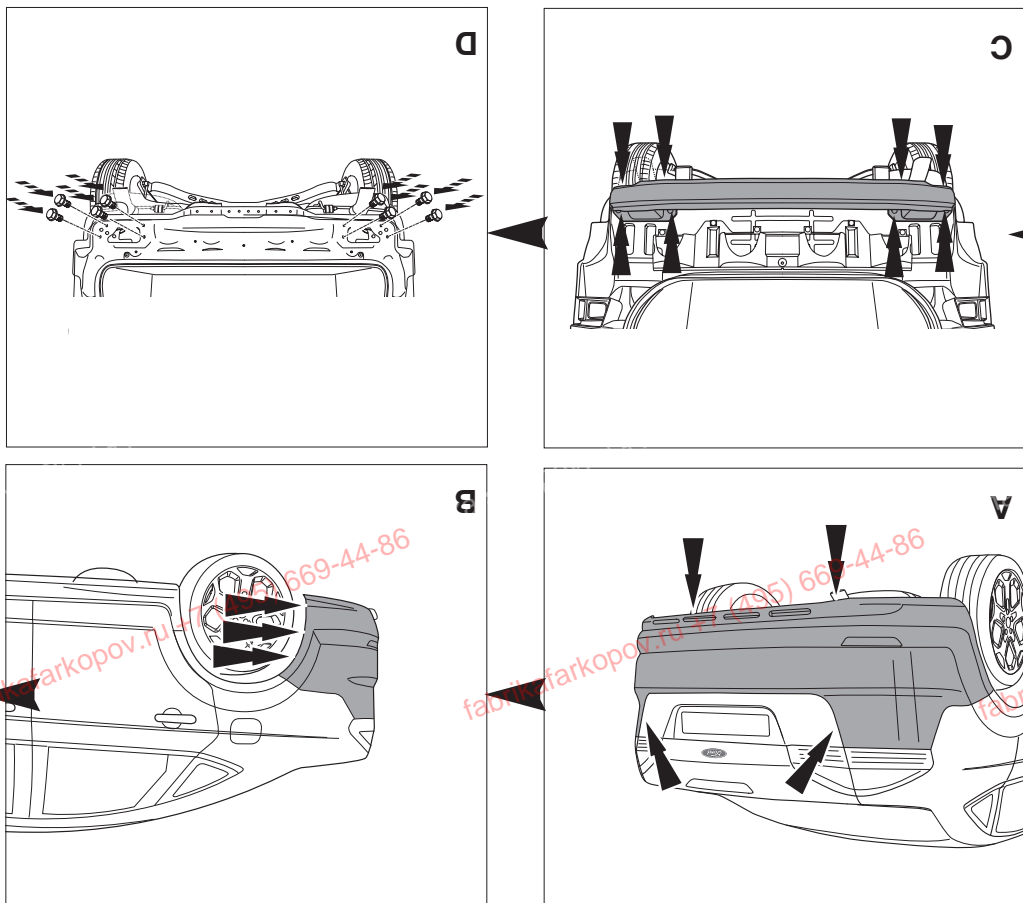

Fig.1
1. Remove the bumper and the steel buffer beam from the vehicle. The buffer beam will no longer be needed. Replace the bolts. See figure 1.
1. Снять бампер вместе со стальным буферным брусом автомобиля; буферный брус больше не понадобится. Поставить болты на место. См. рисунок 1.
1. Die Stoßstange einschließlich des stählernen Stoßbalkens vom Fahrzeug abmontieren. Der Stoßbalken wird nicht mehr benötigt. Die Schrauben wieder anbringen. Siehe Abbildung 1.